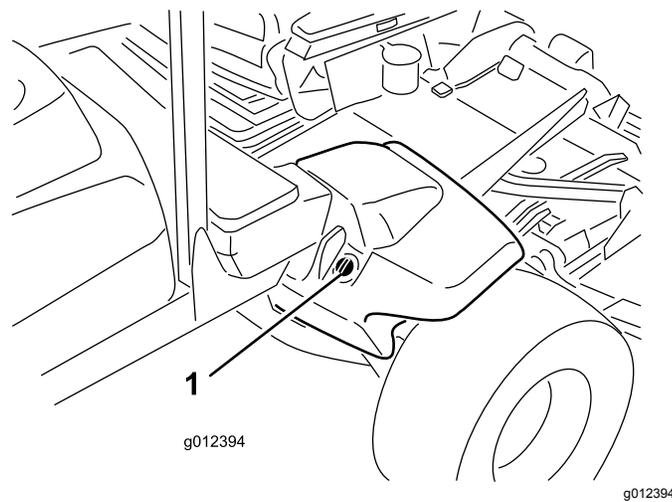

Figura 21
2. Pulite attorno al collo del bocchettone e del tappo del serbatoio idraulico (Figura 21). Togliete il tappo dal collo del bocchettone.